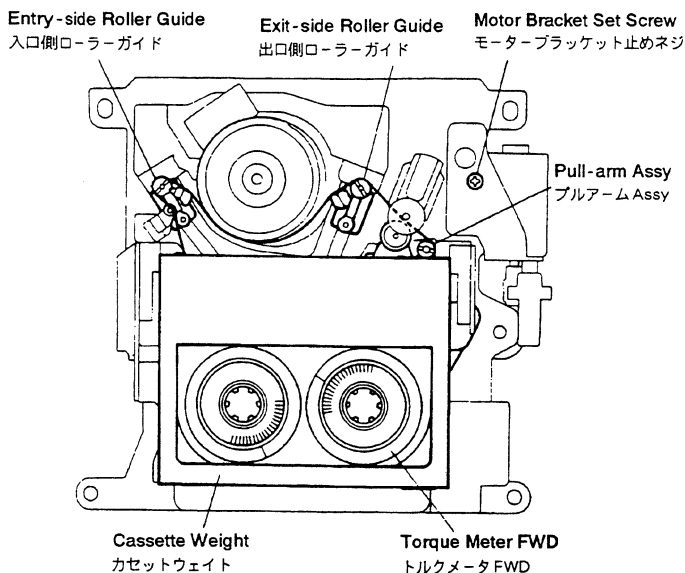

Fig. 3-1
(Refer to Fig. 3-1)
1. トルクメータ FWD (TW-7131) を装着する。(図3-1参照)